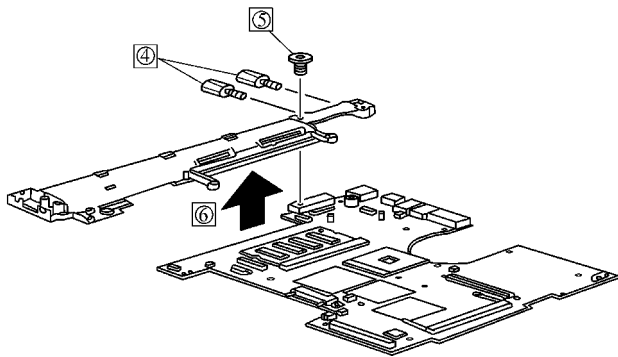

图 6-32 取下主板
(2) 接下来去掉螺钉“④”、“⑤”，最后按照箭头“⑥”方向移动，即可取下整块主板，如图 6-32 所示。